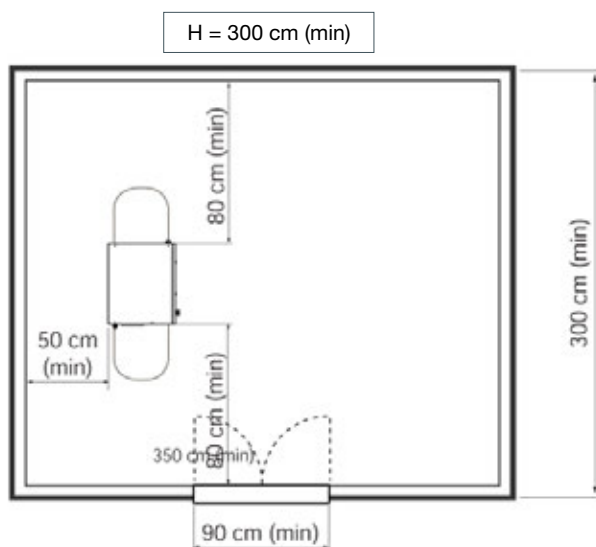

Рис. 2.1 Монтаж
- Компрессорная установка серии LB может быть установлена на любой ровной поверхности способной выдерживать ее вес и достаточно жесткой для рамы компрессора. Также требуется выравнивание и центровка компрессора. Поверхность пола должна быть влагостойкой, чтобы выдерживать протечки жидкости, которые могут привести к коррозии и ожогам. Никакой нагрузки на трубопровод не должно передаваться компрессору с помощью внешних соединений. Подходящее помещение и расположение показаны на рис. 2.1.
- Трубопровод технологического воздуха должен быть смонтирован как показано на рис. 2.1. Отсечной клапан (кран) должен быть установлен для того, чтобы изолировать компрессор от подводящего трубопровода. Следите за тем, чтобы подводящий трубопровод имел конденсатоотводчики.